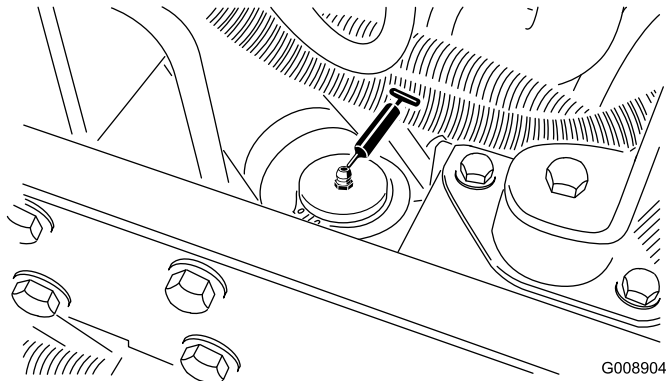

Figura 46
- Cilindro de dirección (Figura 46).